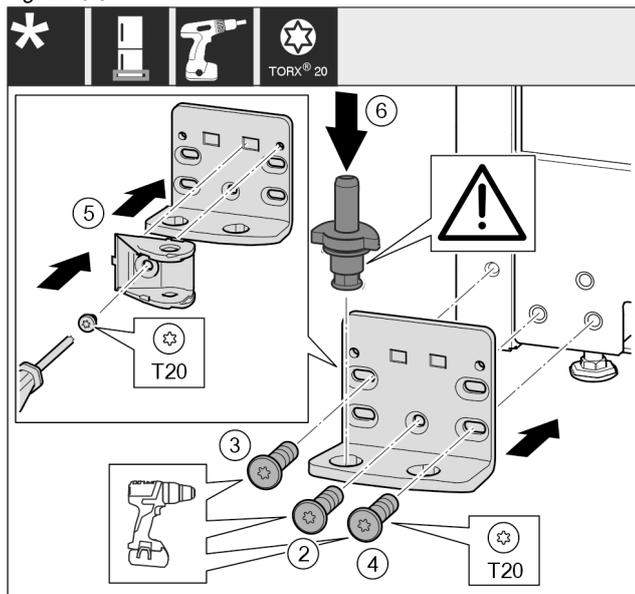

Fig. 27
- ▶ Colocar el soporte del cojinete en el otro lado y atornillar con un destornillador T20. Empezar con el tornillo 2 abajo en el centro. Fig. 27 (2)
- ▶ Atornillar el tornillo 3 y 4. Fig. 27 (3,4)
- ▶ Girar la conexión del amortiguador de cierre 180°. Atornillar el soporte del cojinete en el otro lado con un destornillador T20. Fig. 27 (5)
- ▶ Introducir completamente el perno del cojinete. Asegúrese de que la leva de encastre apunta hacia atrás. Fig. 27 (6)